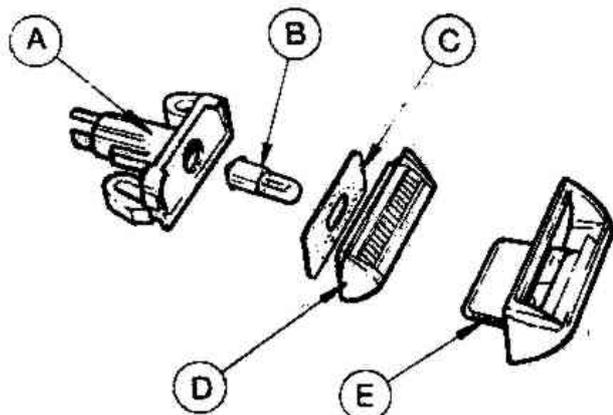

Рис. 10.21. Корпус фонаря освещения номера (A), лампа (B), прокладка (C), стекло (D) и кожух стекла (E) (Разд.35)
3. Осторожно снимите отверткой стекло фонаря, держащееся на двух выступах, и извлеките лампу с байонетным цоколем (Рис.10.21).